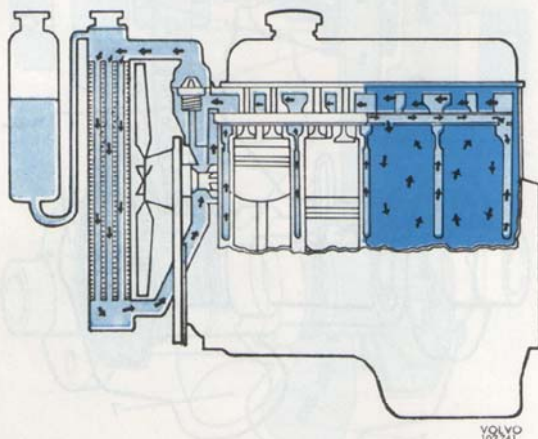
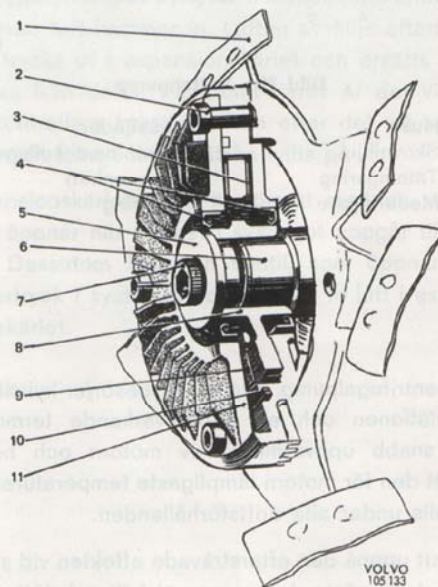

Bild 74. Slutet kylsystem (bilden visar B 20-motor)
Bild 75. Flätkoppling, sen. utf. sex fläktblad
Motorn som är vätskekyld, är försedd med slutet kylsystem, se bild 74. B 30 och vissa utföranden av B 20 har en fläktkåpa monterad på kylaren. Motorn är försedd med antingen en fast fläkt eller en varvtalsreglerad fläkt, beroende på motorutförande och marknad. Den varvtalsreglerade fläkten är en s.k. flätkoppling (se bild 75), vars funktion är att ge fläktbladen en lägre hastighet genom slirning vid höga motorvarvtal. Se bild 81 resp. 82. Fläktbladen, som t.o.m. 1971 är fem och fr.o.m. 1972 är sex till antalet, är osymmetriskt placerade vilket ger en låg ljudnivå. Flätkopplingen består av huset (11, bild 75) vari fläktbladen (1) är fästa med skruv (2). Huset (11) som består av två halvor är ej delbart ur reparationssynpunkt utan flätkopplingen byts komplett. Navet (8) är anslutet med lätt passning på vattenpumpens medbringare (6) och låses med centrumskraven (7). Navet är försett med slirskiva av friktionsmaterial (9) omgivet av olja. Vid tomgång och låga varv är slirningen obetydligt vilket gör att fläkten ger en luftström för god kylning. För fläkt med fem fläktblad, tid. utf. gäller att då det ingående varv-